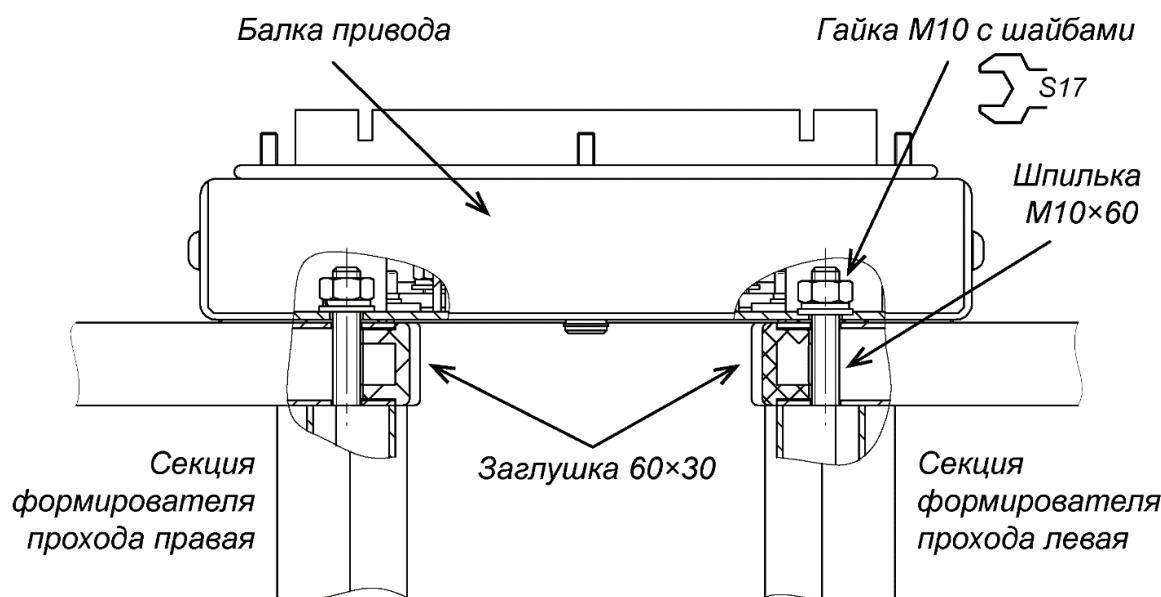

Рисунок 12. Крепление балки привода (8) к секциям (6) формирователя прохода
- Закрепите балку привода на секциях (6) формирователя прохода двумя гайками M10 с шайбами (см. рис. 12), навернув их на шпильки с помощью торцового ключа S17. Затяжка гаек предварительная, для возможности регулировки положения.